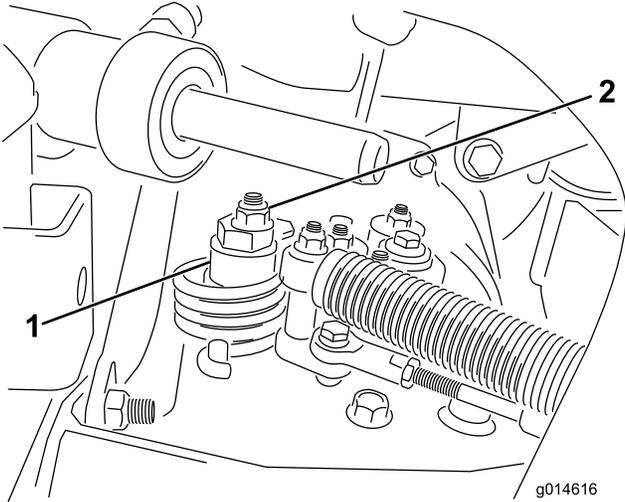

图51
- A. 松开将偏心螺栓固定到静液压泵顶部的螺母（图51）。
- C. 旋转偏心螺栓，直到不再出现任何方向的缓慢前移。当轮子停止旋转时，旋紧螺母，锁定偏心螺栓和调整（图51）。将油门移至“慢速”和“快速”位置，验证调节情况。